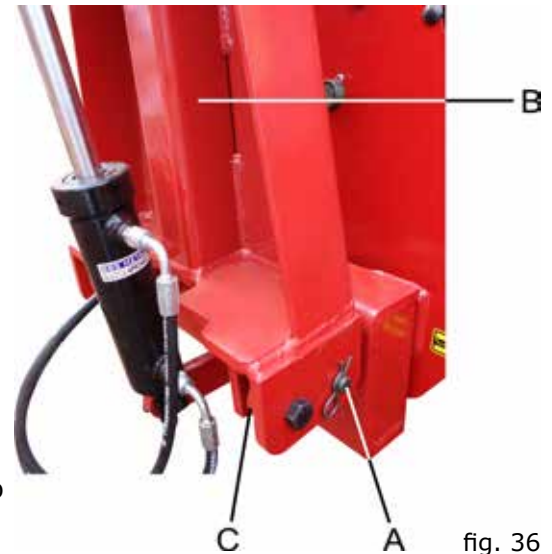

fig. 36
Ao iniciar a operação de plantio, desbloqueie o pino trava (A) (fig.36), do marcador (B), liberando do suporte (C).